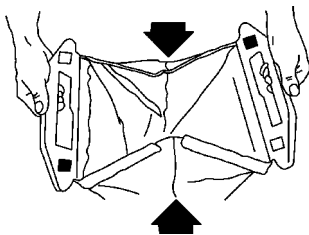

Figure 40
15. Fermer l'arrière du sac : replier les côtés vers l'intérieur et presser les deux moitiés de la poignée arrière l'une contre l'autre pour les assembler (Fig. 40).